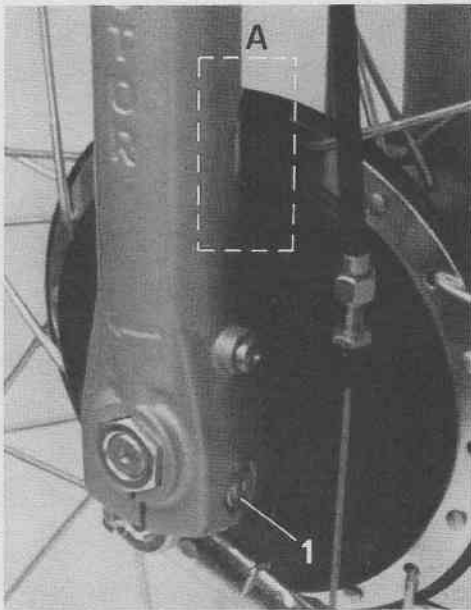

Fig. 36 - Moyeu avant
— Desserer les deux vis sur les fourreaux (Fig. 36), dévisser l'axe de la roue sur la partie droite et enlever la roue.
- Remonter le disque porte-machoières dans son positionnement exact (Fig. 36).